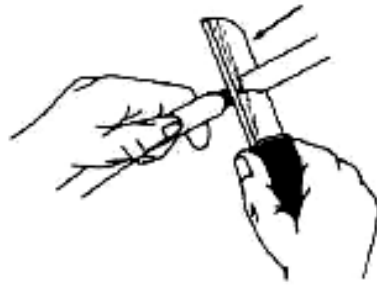

Figure 3.3 – Dénudation avec couteau
*Pour un conducteur seul, le couteau peut être utilisé mais il faut éviter d'endommager le conducteur et surveiller ses doigts (voir figure 3.3).*